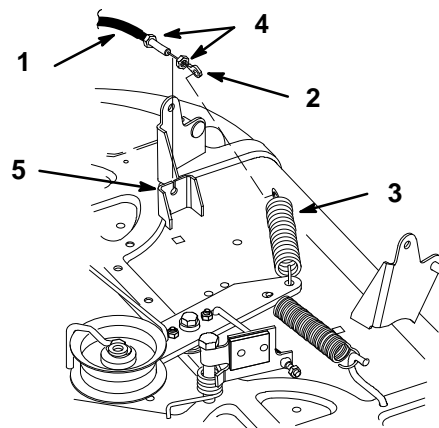

Figure 46
10. Retirer entièrement le premier contre-écrou du câble de commande de lame (PdF) et visser le second jusqu'au fond. Passer le câble dans la fente du support du plateau, puis visser le second contre-écrou sur le câble (Fig. 46).
11. Accrocher l'extrémité du câble de commande de lame (PdF) au ressort de galet tendeur (Fig. 46).